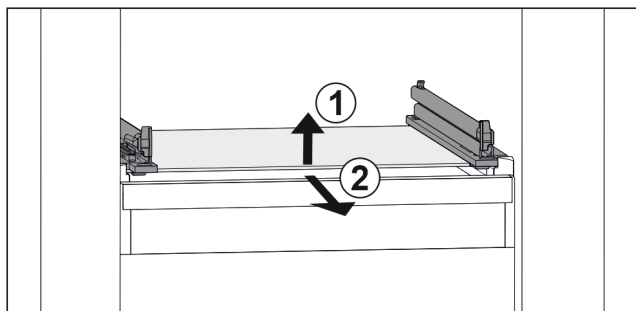

Fig. 139 Príklad zobrazenia sklenenej dosky
- ▶ Nadvihnite sklenenú dosku vpredu. Fig. 139 (1)
- ▶ Odoberte sklenenú dosku dopredu. Fig. 139 (2)